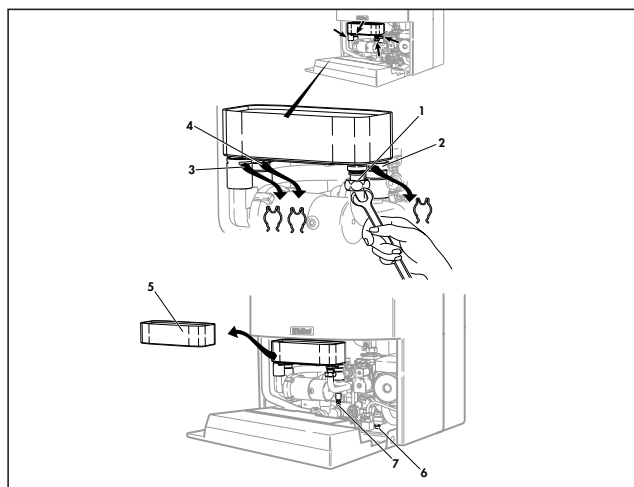

Fig. 8.2: Curățarea schimbătorului de căldură secundar
- Deschideți suplimentar robinetul de aerisire (7), pentru aerisirea pompei de refulare a rezervorului și a schimbătorului secundar de căldură (vezi fig. 8.2).
- Deschideți ventilul de golire (6) ale aparatului (vezi fig. 8.2), precum și consumatorul de apă caldă menajeră situat la nivelul cel mai înalt. În acest fel, rezervorul de apă caldă menajeră al aparatului este aerisit și se golește prin ventilul de golire deschis.